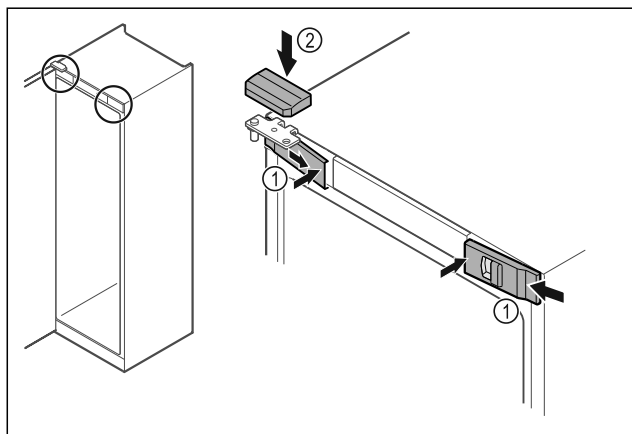

Fig. 46
- Enganchar las cubiertas delanteras Fig. 46 (1) lateralmente y encajar el interior.
- Encajar la cubierta superior Fig. 46 (2) desde arriba.